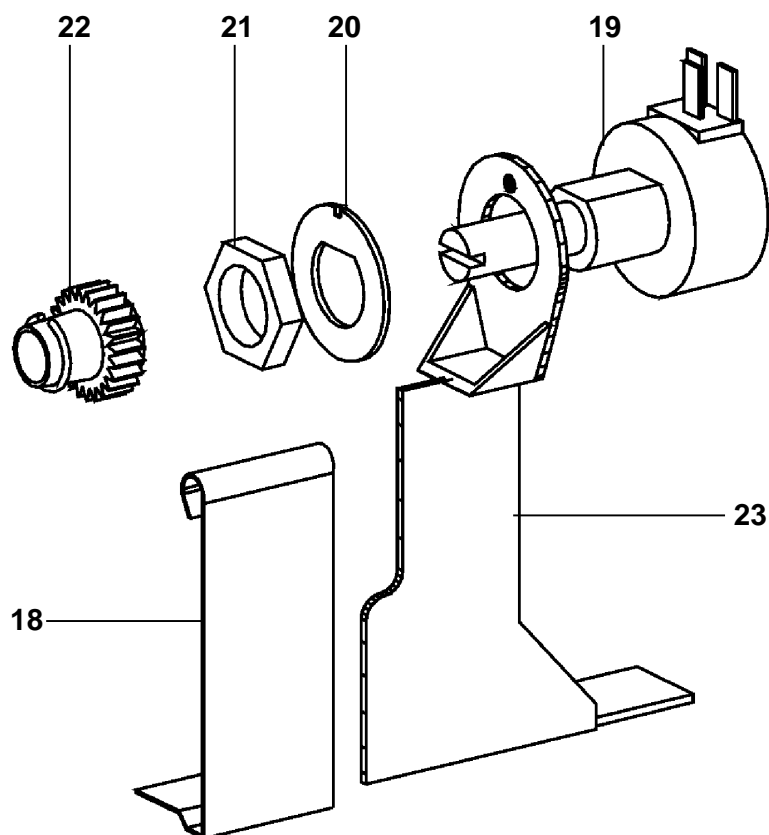

Fig. 12
- Inserte el potenciómetro (19) en el soporte pre-moldeado (23).
- Coloque la arandela posicionadora (20) y apriete la tuerca (21).
- Introduzca el potenciómetro en el piñón (22) asegurando que el piñón engrane en la cremallera de la placa de interruptores.
- Inserte la hoja de ballesta (18) en el soporte como en la Fig. 12.